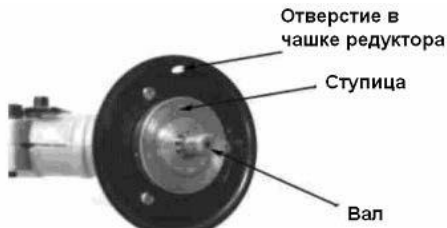

Рисунок 2
- снимите чашку с вала, оставив ступицу (рис.2);
- совместите отверстие в ступице вала с отверстием в чашке редуктора (рис.2).